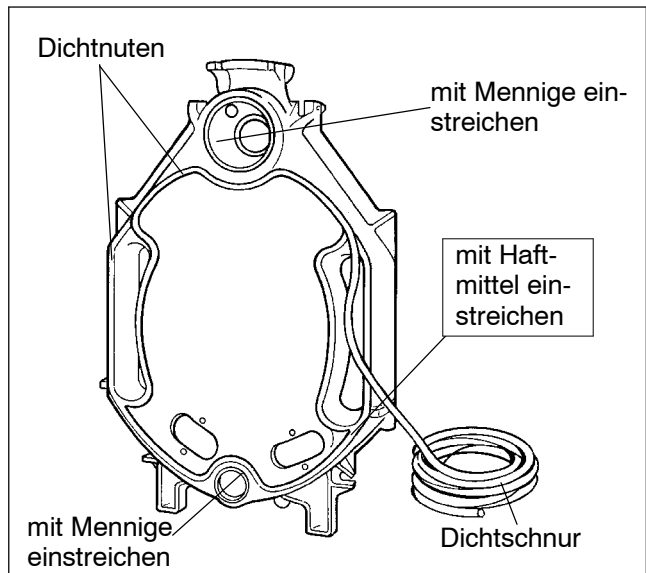

Abb. 11
- Elastische Dichtschnur auf der Vorderseite des Hintergliedes, im oberen Nabenbereich beginnend, in die Dichtnuten einlegen und leicht andrücken. Die Dichtschnur an den Stößen gut aneinander drücken (Abb. 11).
- Dichtflächen der Naben mit Mennige einstreichen (Abb. 11).
- Dichtfedern mit Haftmittel (Primer) einstreichen (Abb. 11).